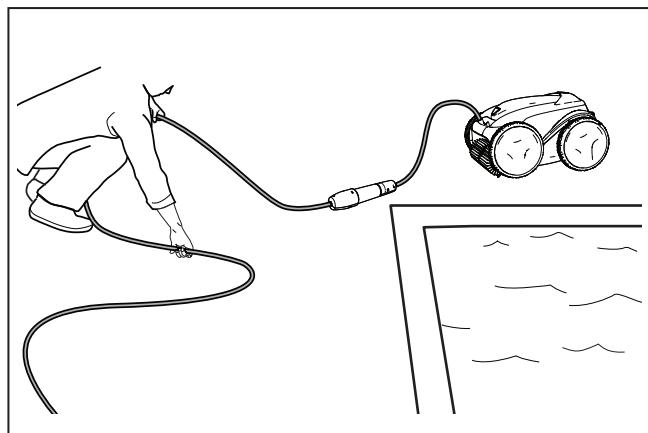

Figura 26. Desenrede el cable flotante
2. Comenzando por el cabezal del limpiafondos, deshaga los bucles y vueltas del cable (Figura 26). Extienda el cable al sol para que se afloje y desaparezcan las marcas de enredo.